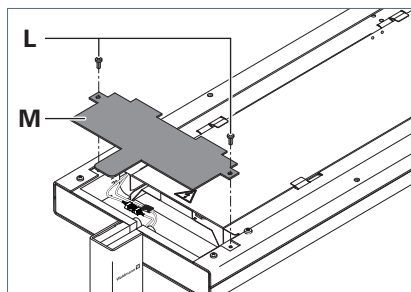

Fig. 7: Montaggio della copertura.
- Collocare la copertura **M** sulla testa dell'apparecchio, vedi Fig. 7.